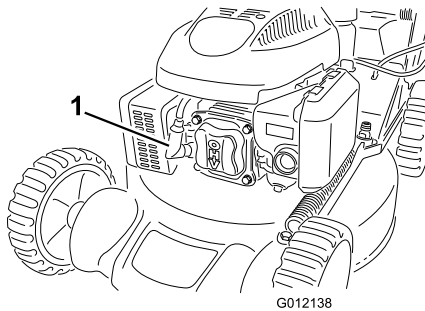

Figura 18
2. Desconecte el cable de la bujía (Figura 18) antes de realizar cualquier procedimiento de mantenimiento.
- Desconecte el cable de la bujía (Figura 18).